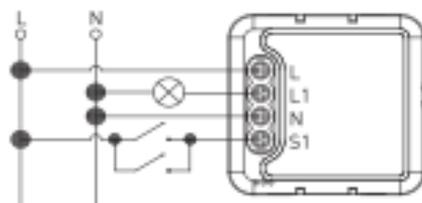

Рисунок 2.3
- с проходными выключателями (см. рисунок 2.3).